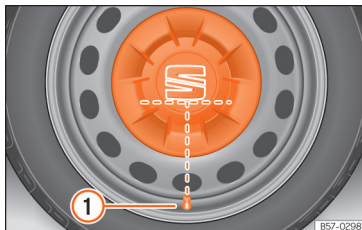

Abb. 74 Korrekte Anbringung der Radvollblende für Stahlfelgen.
- Legen Sie die Radvollblende an die Felge. Die Unterseite des Buchstabens „S“ des SEAT-Emblems muss mit dem Reifenventil übereinstimmen » » **Abb. 74** ①.